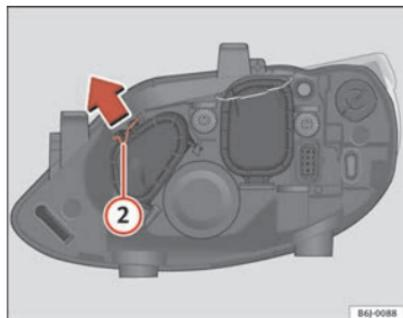

Fig. 135 Máximos
- Desloque o tirante 2 no sentido da seta e puxe a tampa ⇒ fig. 135.